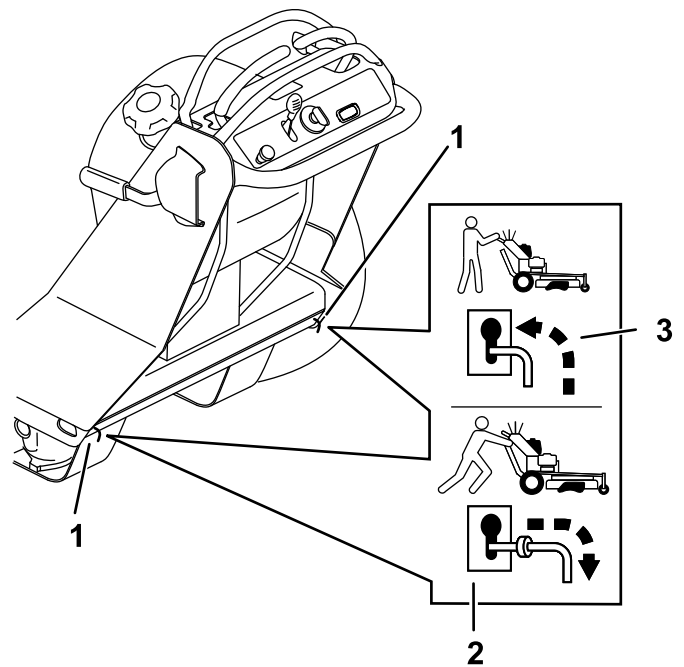

Figura 21
4. Spostate le leve di esclusione indietro attraverso il foro a chiave e in basso per bloccarle in sede (Figura 21).
Spostate le leve di esclusione in avanti attraverso il foro a chiave e in basso per bloccarle in sede come mostrato nella Figura 21.